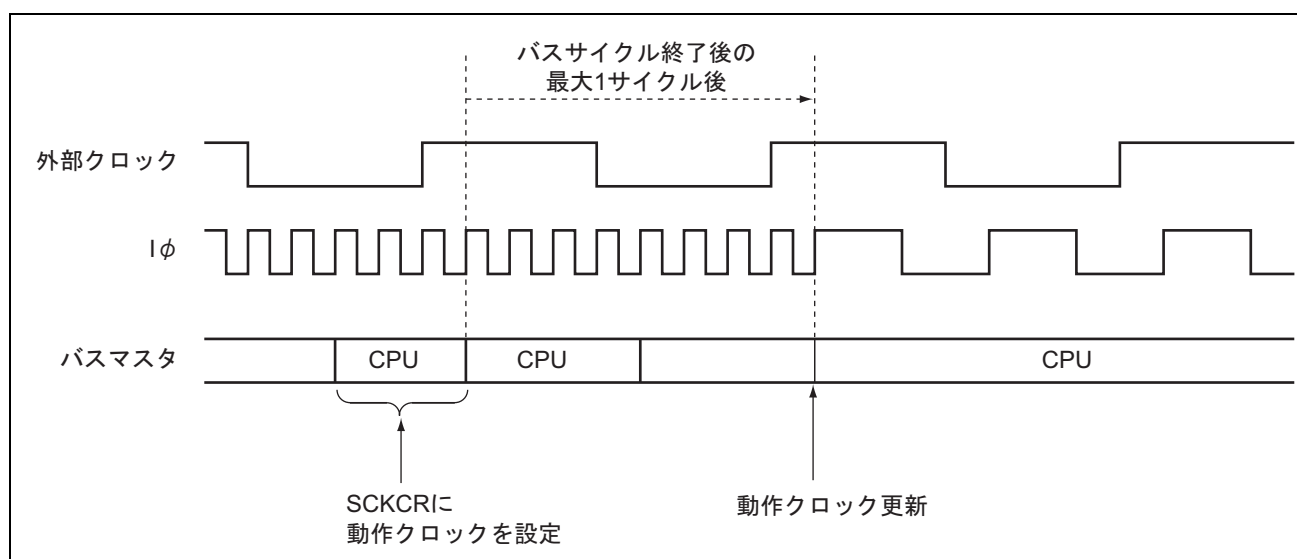

図 18.5 クロック変更タイミング
4. 図18.5にクロック変更タイミングを示します。SCKCRに値をライトした後、現在実行しているバスサイクル終了を待ちます。そのバスサイクル終了後、外部入力クロックに対して最大1サイクル後に各クロックの周波数が変更されます。